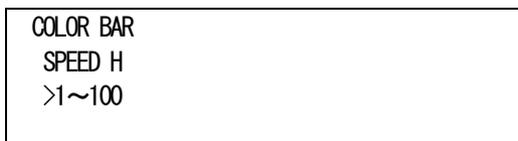

図4-10 オンスクリーンメニュー(SPEED H例)
- 1) COLOR BARメニューで「SPEED H[SPDH]」を選択し、**ENTER**ボタンを押すと図4-10のような設定メニューが表示されます。